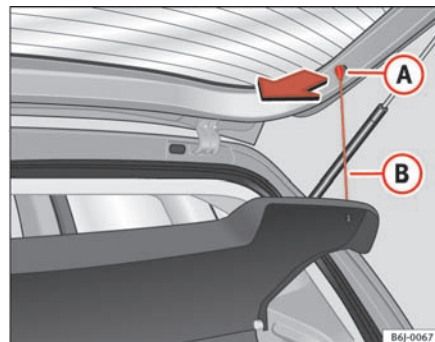

Fig. 83 Bagagerumsafdækning
- Hægt stropperne ⇒ fig. 83 (B) af holderne (A).